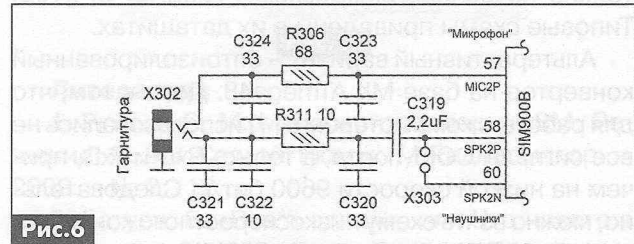

Рис.6
5) Добавлен разъем X303 для дифференциального УНЧ и удалены сапсесоры в тракте подключения гарнитуры (**рис.6**).